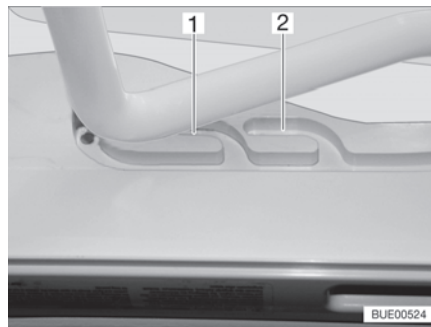
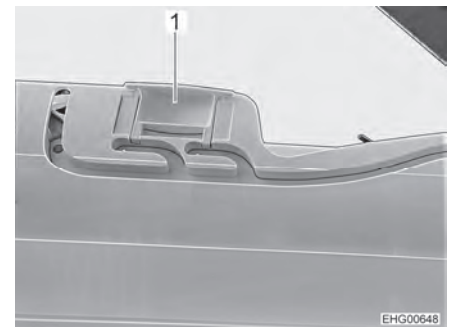

Fig. 56 Guida (posizione di ricircolo d'aria)
Fig. 57 Bloccaggio (posizione di ricircolo d'aria)
È possibile portare l'oblò Heki in due posizioni di ricircolo d'aria: Posizione brutto tempo (Fig. 56,1) e posizione centrale (Fig. 56,2). A seconda del modello, l'oblò può essere bloccato sulla posizione centrale del suo telaio con i due chiavistelli (Fig. 57,1) di sinistra e destra.
- Premere la staffa leggermente verso l'alto, spingerla nella guida selezionata (Fig. 56,1 o 2) ed eventualmente bloccarla.